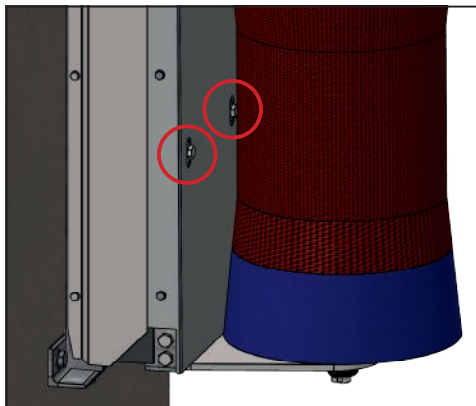

Рисунок 5. Выкручивание транспортировочного болта
- Выкрутите 2 транспортировочных болта и сохраните их для использования в будущем (рис. 5).